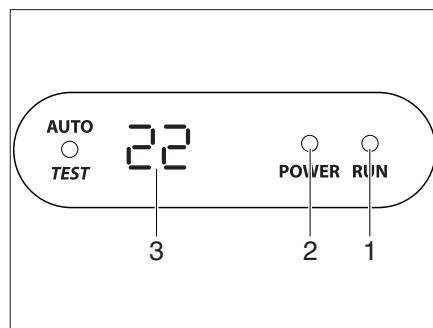

Fig. 339 Pantalla en el difusor
- Conectar el vehículo a la alimentación de 230 V. La instalación de aire acondicionado está lista para el funcionamiento. El LED (Fig. 339,2) en la pantalla del difusor se ilumina de color rojo.
- Para la conexión, pulsar el interruptor ON/OFF (Fig. 338,2) en el mando a distancia. El LED (Fig. 339,1) se enciende en color verde cuando la instalación de aire acondicionado está funcionando en el modo de refrigeración. El LED (Fig. 339,1) se enciende en color rojo cuando la instalación de aire acondicionado está funcionando en el modo de calefacción.